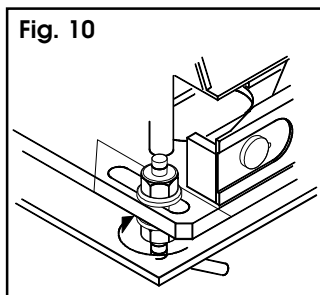

Fig. 10
11) Para obtener el juego correcto entre el piñón y la cremallera, bajar el motorreductor 1,5 mm girando las tuercas de soporte de la plancha de fundación (fig. 10).